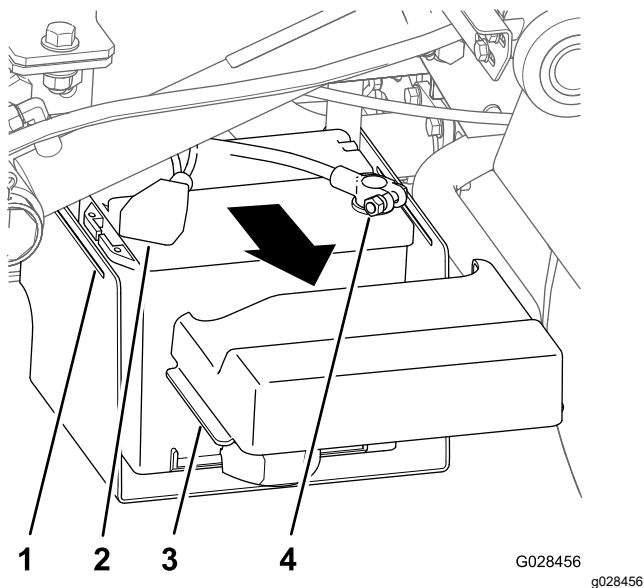

Рисунок 15
1. Сожмите с обеих сторон крышку аккумулятора, чтобы высвободить лапки из пазов в основании аккумулятора, и снимите крышку аккумулятора с основания аккумулятора (Рисунок 15).
- Сдвиньте крышку назад и снимите отрицательную клемму с аккумулятора (Рисунок 15).
- Отсоедините положительную клемму от аккумулятора (Рисунок 15).